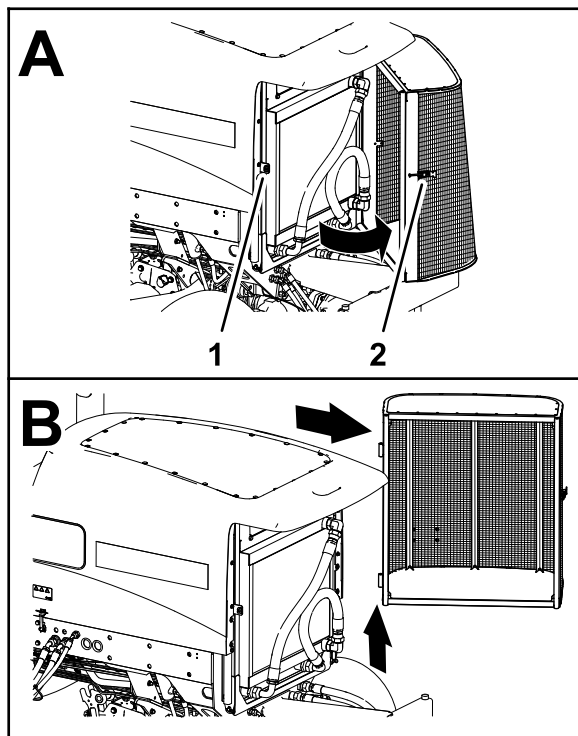

Рисунок 145
2. Расфиксируйте и откройте заднюю решетку (Рисунок 145).